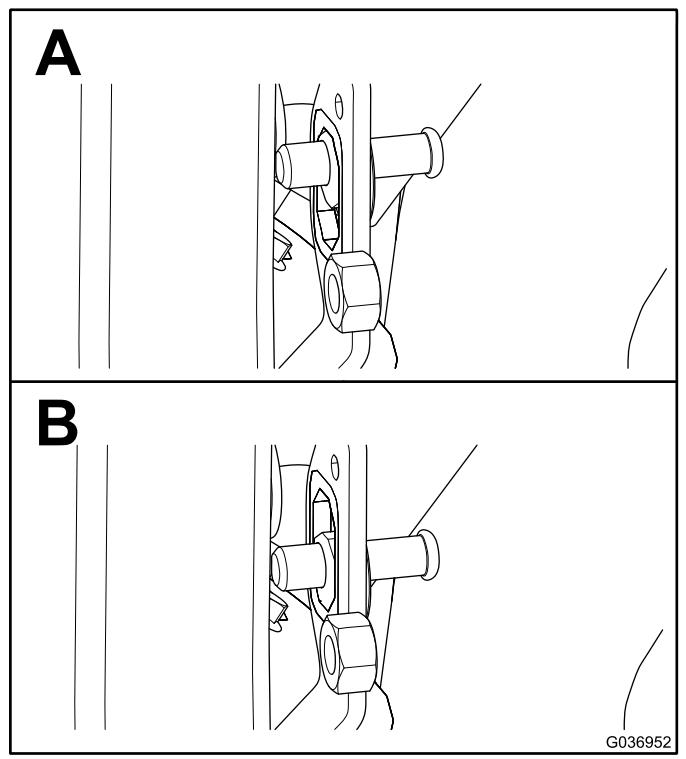

図4
1. ラッチピンを、レール上のラッチピン取り付けブラケットの中央に合わせる(図4)。
4. ラッチピンが 1.9-2.2 cm に収まつたら、図 4 のようにジャムナットを締め付ける。